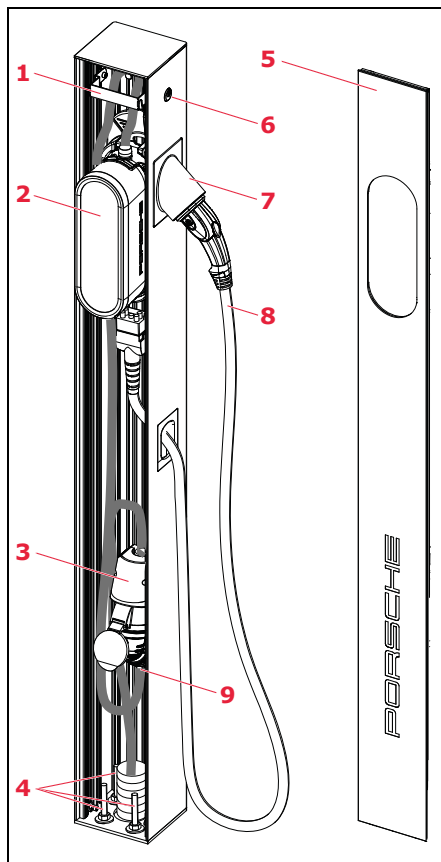

図1: 部品概要
- 充電プラグホルダー用各国向けプラグアダプター (図1、項目7を参照)